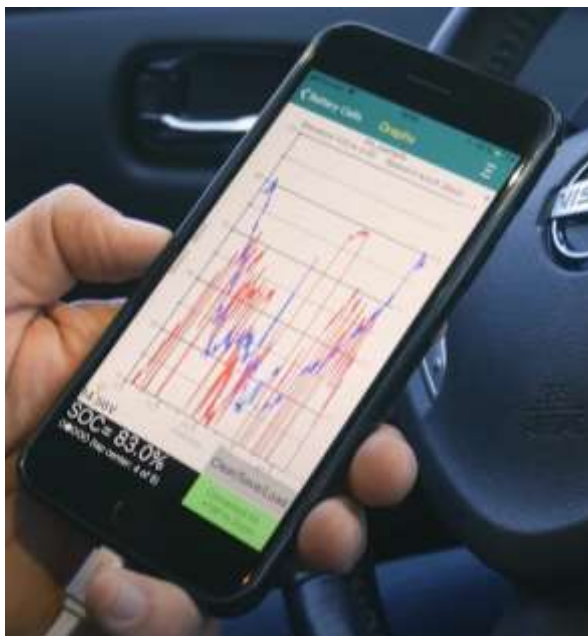

Рис. 3. Четвертий графік програми Leaf Spy
**Четвертий графік** відображає швидкість і висоту за останні поїздки, рис. 3. Дані для нього беруться не з авто, а з гаджета (смартфона, планшета). Але якщо на ньому не включена функція GPS то графіка не буде.